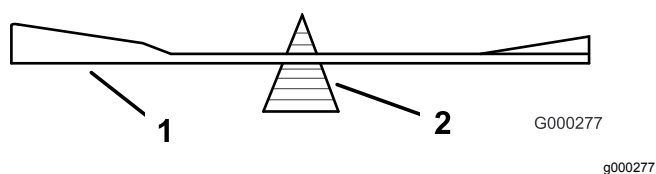

**Figure 97**
1. Au moyen d'une lime, aiguissez les tranchants à chaque bout de la lame (Figure 97).